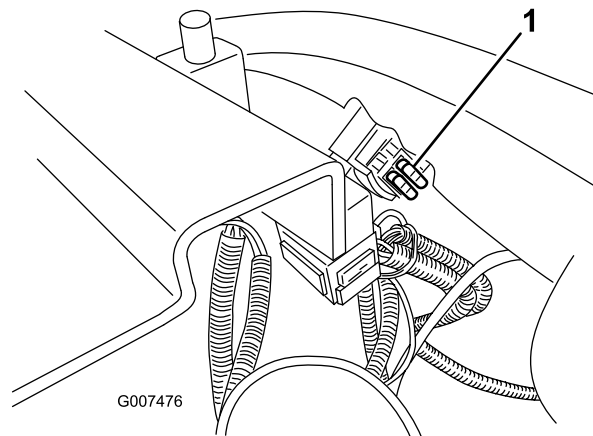

Figura 30
1. Tire del fusible (Figura 30) para sacarlo del zócalo.